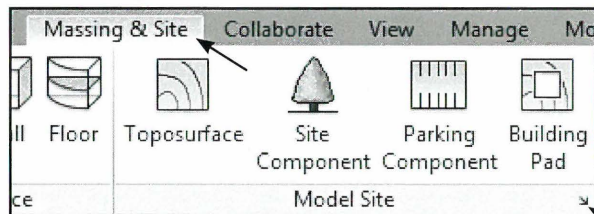

Fig. 10.86. *Massing & Site*.
- Klik *Massing & Site* - Pil (*Site Settings*) ved *Model Site* (Fig. 10.86).